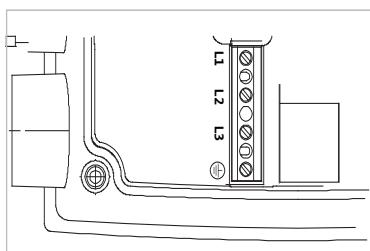

Fig. 24: Effektklemmer (nettklemmer)
- Effektklemmer (nettkoblingsklemmer) (fig. 24)